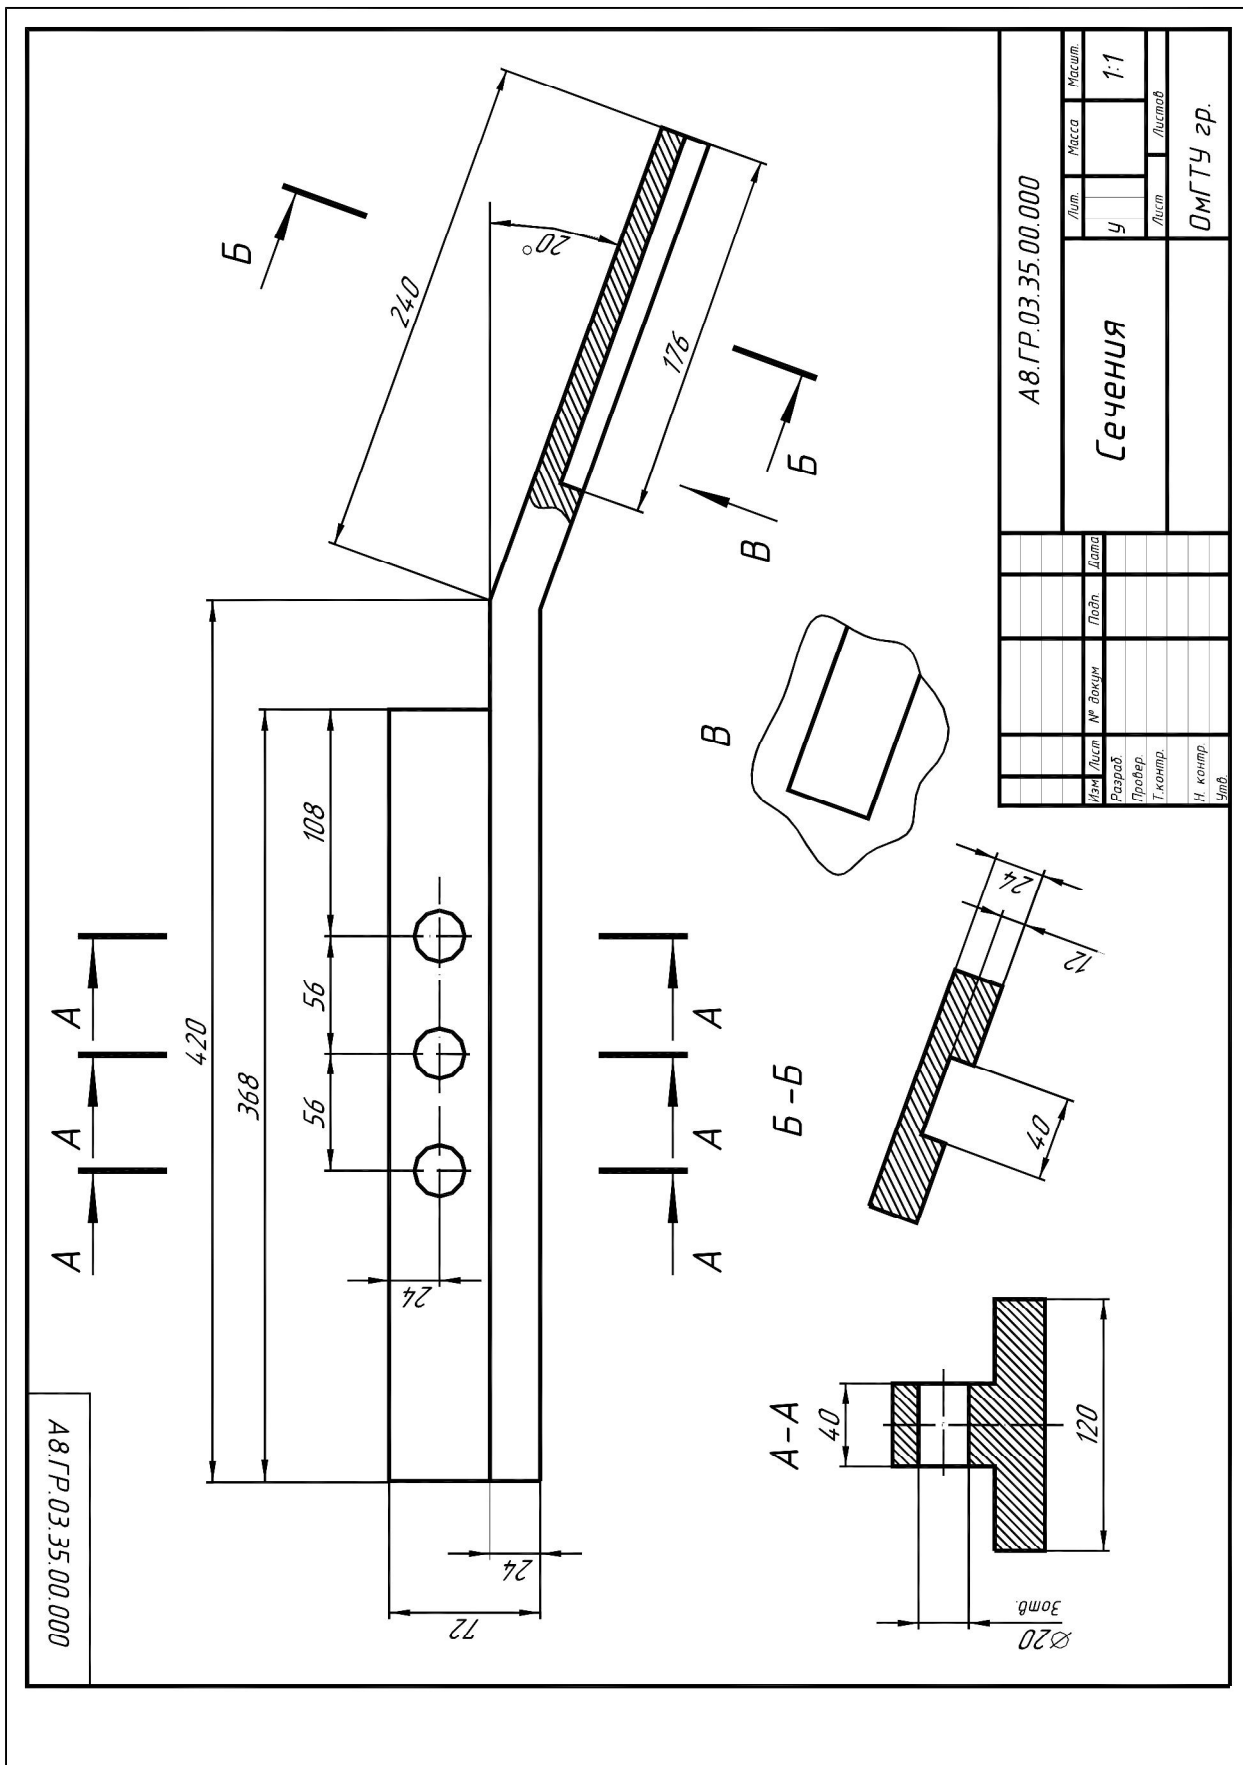

Рис. 4. Пример выполнения задания «Сечения»
3. По аксонометрической проекции и главному виду детали выбрать виды сечений (см. пример выполнения задания – рис. 4).